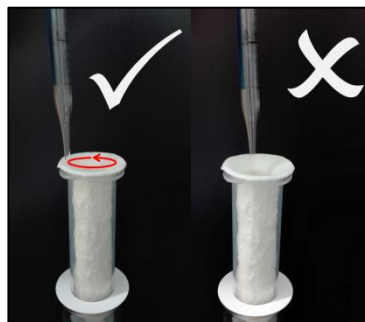

图 2 添加 buffer 操作示意图
8. 按照图 2 所示操作方法，向 Filter 上加入 15 ml Buffer PB，待溶液完全流出。